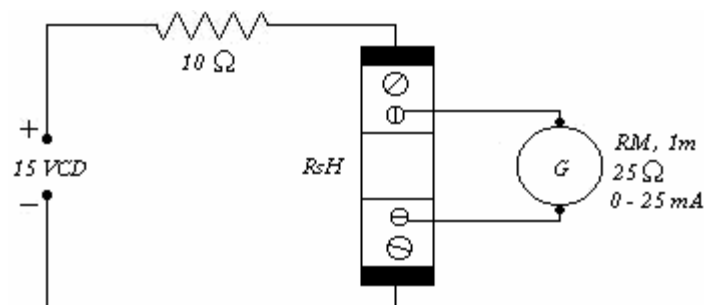

Figura V.2 Conexión de resistencias.
- b) Conectamos las dos resistencias en paralelo (resistencia derivadora y resistencia del instrumento), como se indica en la figura V.2